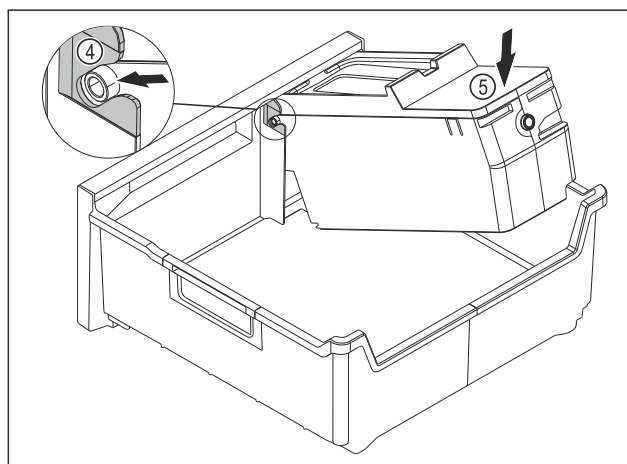

Fig. 115
- ▶ Montirajte glavni del EasyTwist-Ice: Osi glavnega dela EasyTwist-Icepotisnite v vodila Fig. 115 (4).
- ▶ Glavni del EasyTwist-Ice Fig. 115 (5) potisnite zadaj navzdol.